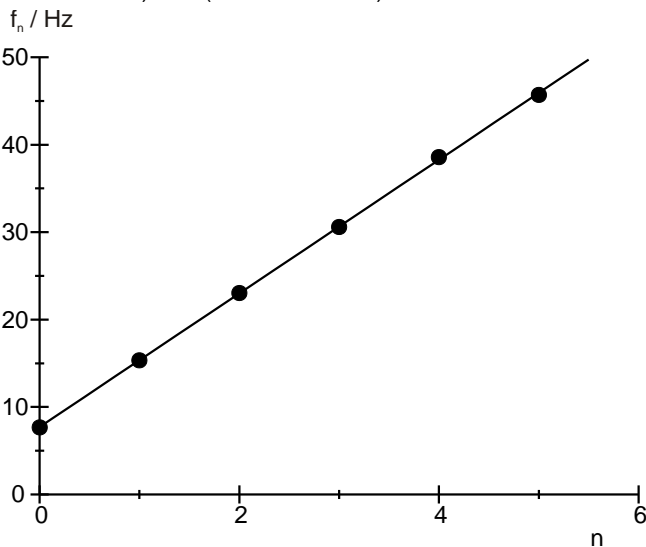

Fig. 6: Fréquence de résonance en fonction du nombre de nœuds pour les ondes du ressort hélicoïdal
- Représenter graphiquement les fréquences de résonance f_n pour les ondes du ressort hélicoïdal (Tab. 1) et les ondes de corde (Tab. 2) par rapport au nombre de nœuds n et adapter à chaque fois des droites (Fig. 6, Fig. 7).